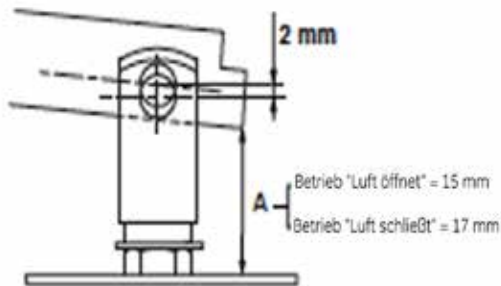

Abbildung 16 - Hebel einstellen (113)
- B. Hebel (113) mit Federbügel (115) so bewegen, dass die Bohrung nach oben zeigt, dann Bolzen (105) in Bohrung A einsetzen und Bolzen (18) in das Gabelstück (104a). Hinweis: Alle Bolzen sind vor dem Einbau leicht einzufetten.
- C. Hebel auf der Stellantriebseite drücken, um zu prüfen, ob Verschlusssteil/Sitzring leckt bei ΔP 3.5 barg (50 psig). Ist das Ventil mit einem Handrad ausgestattet, darf Hebel (113) den Hebelarmanschlag (122) nicht berühren. Leckt das Ventil, den Druck am Einlass ablassen und Bolzen (18) aus Gabelstück (104a) nehmen, dann Mutter (103) lösen. Verschlusssteilschaft lösen, um das Gabelstück (104a) nach oben zu versetzen. Eine vollständige Drehung entspricht einer Veränderung der Position um 1 mm. Dann die Kontermutter (103) erneut festziehen.
- D. Prüfen, dass der Abstand zwischen Gabelstückbolzen (104b) und der Öffnung in Hebel (113) ca. 2 mm beträgt. Bei Bedarf Gabelstück (104a) so positionieren, dass dieser Abstand entsteht (Abb. 16). Dieser Wert stellt den Initialdruck der Stellantriebfeder (134) bereit.
- E. Ausreichend Luftdruck anlegen, damit der Stellantrieb das Kolben-Gabelstück (104b) nach oben treiben kann. Gabelstück mit Bolzen (124) an Hebel (113) ankuppeln.
- F. Stellantriebsdruck entlasten und den Lecktest für Verschlusssteil/Sitzring wiederholen bei ΔP 3.5 barg (50 psig). Abmessung A muss identisch sein wie in Abbildung 16. Sofort nach Beendigung des Schritts das Ventil druckentlasten.